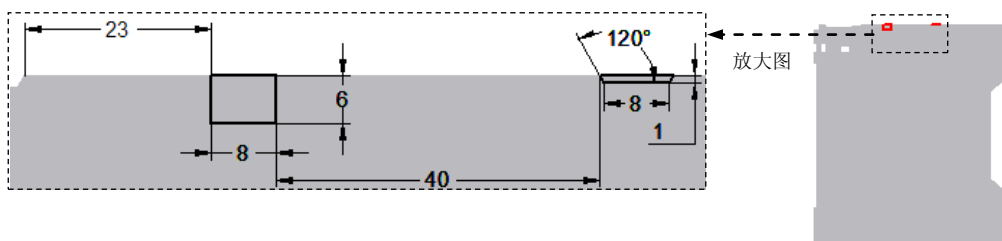

图 8.8.12 截面草图
② 绘制图 8.8.12 所示的截面草图。
(3) 定义法向除料特征属性。在命令条中单击“厚度剪切”按钮  和“全部穿透”按钮 。